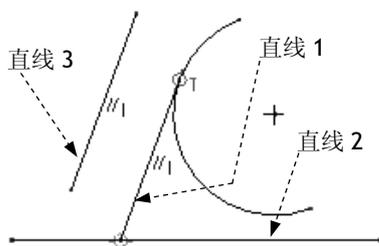

图 2.10.3 约束的“切换”
- 按住 Shift 键同时按下鼠标右键，对齐约束符号（小圆圈）外显示一个大一点的圆圈（图 2.10.3），这表示该对齐约束被“锁定”，此时无论将鼠标指针移至何处，系统总是将直线的起点“锁定”在圆弧（或圆弧的延长线）上。再次按住 Shift 键和鼠标右键，“锁定”即被取消。
在绘制图元过程中，当出现多个约束时，只有一个约束处于活动状态，其约束符号以亮颜色（绿色）显示；其余约束为非活动状态，其约束符号以青色显示。只有活动的约束可以被“禁用”或“锁定”。用户可以使用 Tab 键，轮流将非活动约束“切换”为活动约束，这样用户就可以将多约束中的任意一个约束设置为“禁用”或“锁定”。例如，在绘制图 2.10.3 中的直线 1 时，当直线 1 的起点定义在圆弧上后，在定义直线 1 的终点时，当其终点位于直线 2 上的某处，系统会同时显示三个约束：第一个约束是直线 1 的终点与直线 2 的对齐约束，第二个约束是直线 1 与直线 3 的平行约束，第三个约束是直线 1 与圆弧的相切约束。由于图 2.10.3 中当前显示平行约束符号为亮颜色（绿色），表示该约束为活动约束，所以可以将该平行约束设置为“禁用”或“锁定”。如果按键盘上的 Tab 键，可以轮流将其余两个约束“切换”为活动约束，然后将其设置为“禁用”或“锁定”。